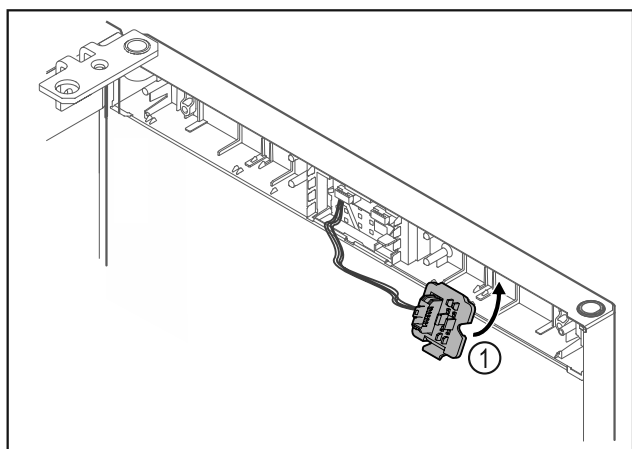

Fig. 12
- Innestare il supporto della spina Fig. 12 (1) sul lato opposto.*